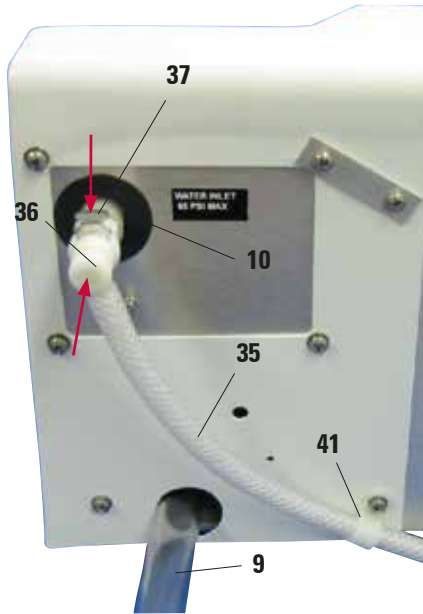

Abb. 21
- Ablaufschlauch (9) in einen geeigneten Auffangtank oder ein Abflussbecken führen. Sicherstellen, dass der Schlauch nicht abgeknickt ist und dass das Wasser frei nach unten abfließen kann.
- Danach die Spülwasserzuführung (35) an den Färbeautomaten anschließen.
- Dazu den Anschlussstutzen (36) in die Öffnung (10) am Gerät stecken, bis er einrastet. Zum Entfernen des Schlauch auf die Platte (37) drücken und den Anschlussstutzen zurückziehen.
- Schlauch mit der Klemme (37) an den in Abb. 21 gezeigten Positionen am Gerät befestigen.